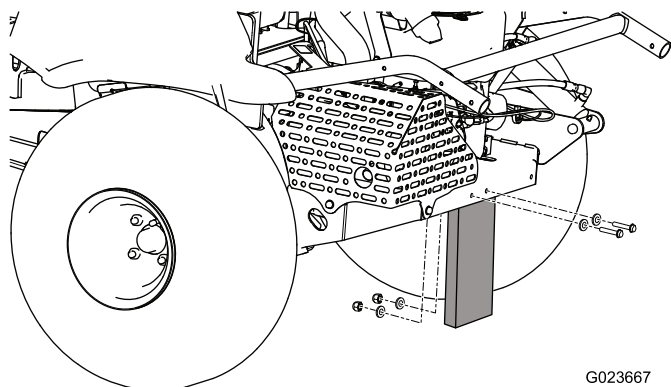

Figure 3
2. Retirez les écrous, boulons et rondelles qui fixent la plaque d'expédition à l'arrière de la machine (Figure 3).